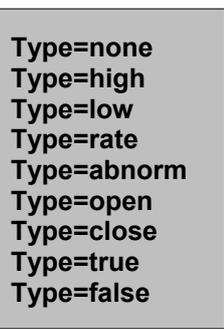

Рис. 4-14 Меню "Режимы работы"
3. Выбрать с помощью ↑ и ↓ номер тревоги (1 до 5). Нажать **ENTER**. Индикация переходит на меню "Режимы работы" (см. рис. 4-14), где находится актуальная установка.